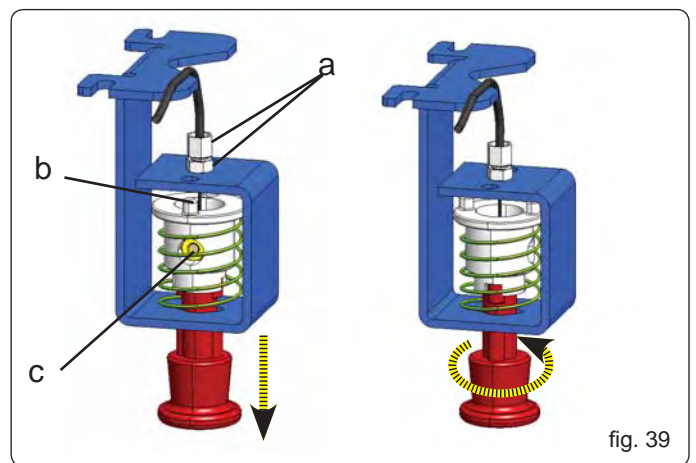

fig. 39
- Skruva justeraren, med låsmutter, som visas i Fig.39 ref. a.
- Sätt i stålkabeln inuti justeraren; dra den inuti frigöringsenheten (Fig. 39 ref.b).
- Säkra stålkabeln med en klämma och dra åt skruven (fig. 39 ref.c).
- Ta det svarta ytterhöljet på kabeln i kontakt med justeraren (fig. 39 ref.a).
- Lås knapp genom att dra och rotera den 90° för att se till att den inte återgår till original position (fig. 39).
- Om några justeringar skulle behövas, använd justeraren på knappfästet (Fig. 39 ref. a).